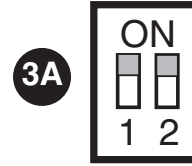

Figure 7
- Réglez l'interrupteur 1 sur le bouton-poussoir à la position ON (marche) (voir la Figure 7).